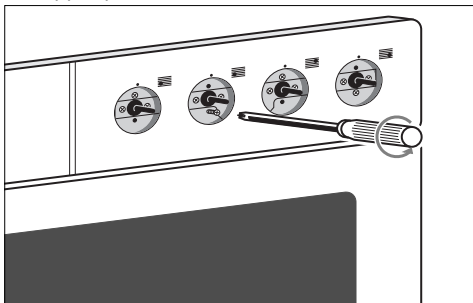

Abb. 4
- Montageplatte hinter der Bedienungsblende abschrauben. Nur die oberen und unteren Schrauben (abwechselnd montiert) losschrauben siehe Abb. 4 und 5).